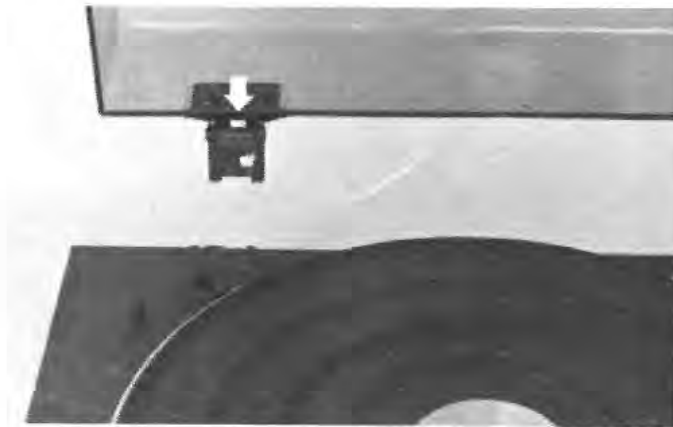

Abb. 2
2. Setzen Sie die Abdeckhaube in die rückwärtigen Halter am Gehäuse entsprechend Abbildung 2.
3. Setzen Sie mit Sorgfalt den Plattenteller auf die Plattentellerachse (18).
4. Legen Sie die Gummiauflage (20) auf den Plattenteller.